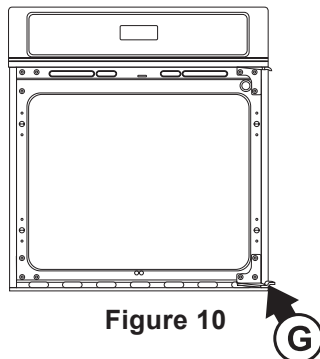

Figure 10
- 3.2.4. Enlever la vis du pivot (Voir G, Figure 10) située sur la charnière de l'encadrement en bas à droite. Conservez-la pour la réinstaller à la toute fin.